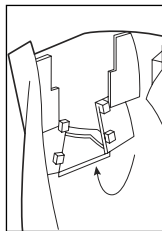

Figura 3
- Para reinstalar el deflector del filtro (Véase la Figura 3): Baje el deflector dentro del cuerpo de la tetera, en el lado hacia la manija de los soportes del deflector. Llévelo adelante hacia el lado del vertedor de los soportes del deflector. Levántelo hasta que los clips inferiores del deflector encajen en los soportes bajos del deflector. Apriete los clips superiores del deflector encima de las partes altas de los soportes del deflector.